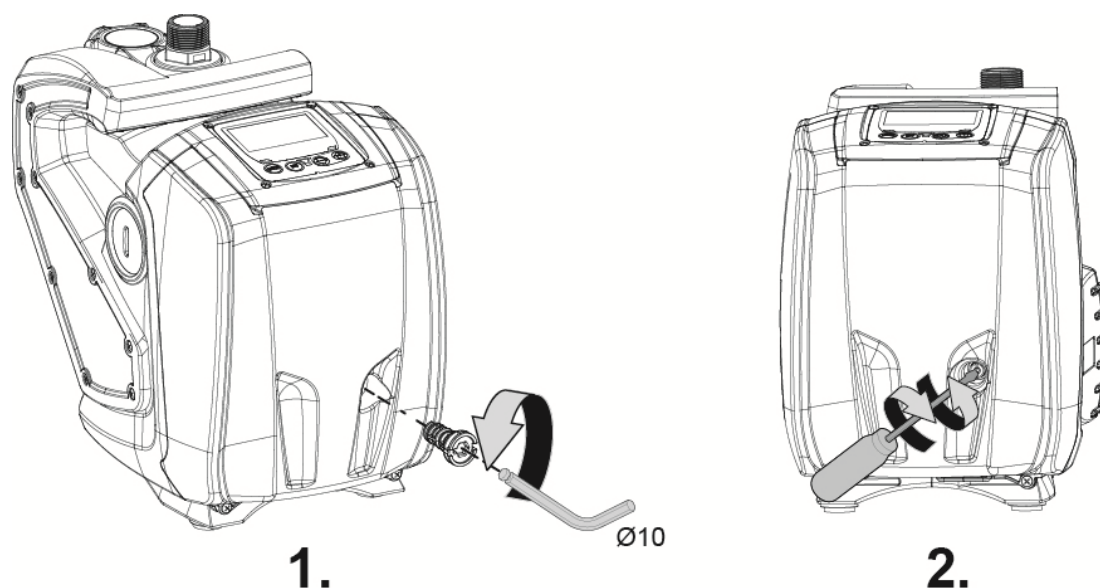

Fig. 9
- à l'aide d'une clé hexagonale de 10 mm, retirer le bouchon d'accès à l'arbre moteur (fig.9);
- introduire un tournevis à tête plate dans l'encoche de l'arbre moteur et manœuvrer dans les 2 sens de rotation (fig. 9);